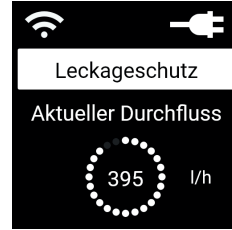

Abb. 8.3
- / mit dem OK-BUTTON wird vom Top Level (Abb. 8.3) aus das Hauptmenü (Abb. 8. 4) geöffnet